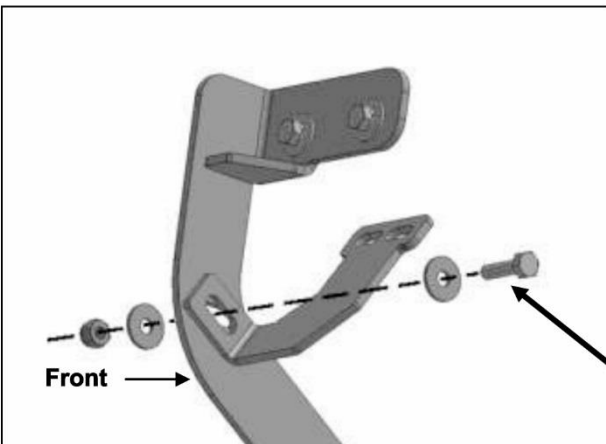
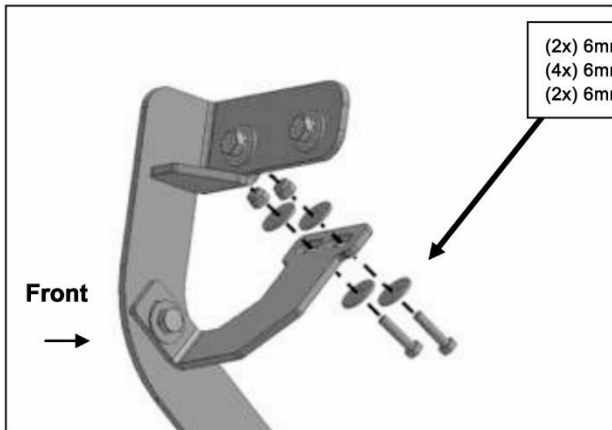

Bild 11
Bild 12
4. Nehmen Sie nun die Stützhalterung für die vordere Halterung der Fahrerseite und befestigen Sie diesen an der nach vorne zeigenden Seite der Halterung. Verwenden Sie hierfür (1x) 8mmx30mm Sechskantschraube, (2x) 8mm U-Scheibe und (1x) 8mm Sicherungs-Mutter (**Bild 11**). Drehen Sie den Stützhalter zur Rückseite der Quetschnaht. Richten Sie den Halter so aus, dass die beiden Löcher mit den Montagepunkten in der Naht übereinstimmen. Befestigen Sie nun die Halterung an der Rückseite der Quetschnaht mit (2x) 6mmx25mm Sechskantschraube, (4x) 6mm U-Scheibe und (2x) 6mm Sicherungs-Mutter (**Bild 12 & 13**). Ziehen Sie die Schrauben nur handfest an! **WICHTIG:** Modelle von 2009 bis 2010 verfügen nicht über die original Befestigungspunkte in der Quetschnaht, daher ist es notwendig die entsprechenden Bohrungen zu setzen. Bohren Sie aber zu diesem Zeitpunkt noch nicht die Löcher! (**Siehe Schritt 8**).
- d. Befestigen Sie jede Stützhalterung an der Quetschnaht mit (2x) 6mm Sechskantschraube, (4x) 6mm U-Scheibe und (2x) 6mm Sicherungsmutter (**Bild 12, 13, 18 -21**). Überprüfen Sie anschließend noch einmal den korrekten Sitz des Schwellerrohres und ziehen Sie danach alle Schrauben fest an.